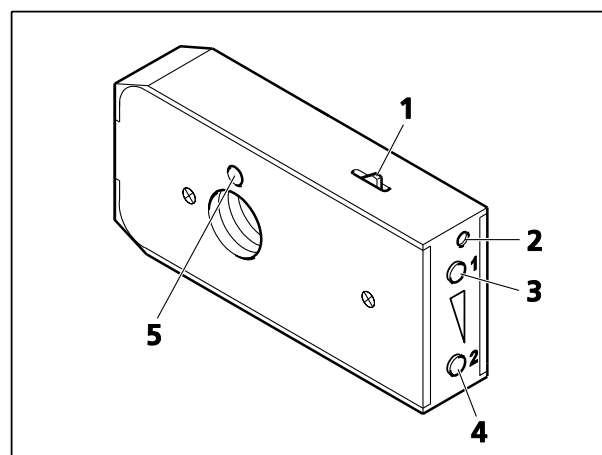

Fig. 81 Insertion/retrait de la roue à filtres double mot.
- Avant d'insérer le module de roue à filtres, activer d'abord le mécanisme encliquable (Fig. 81/1) en le poussant à l'intérieur. À l'extrémité avant droite (Fig. 81/2), une petite plaque argentée apparaît. Pousser ensuite le module roue à filtres dans l'emplacement correspondant jusqu'à ce qu'il s'enclenche.
- Pour retirer le module roue à filtres, introduire un tournevis dans l'orifice supérieur (Fig. 81/2) et enfoncer la plaque argentée pour désactiver le mécanisme encliquable. Incliner légèrement le tournevis dans l'orifice et retirer le module roue à filtres de son emplacement.
- Régler les positions souhaitées des roues à filtres en appuyant sur le bouton du haut (Fig. 81/3) ou du bas (Fig. 81/4). Une fois le module roue à filtres retiré, la transmission sélectionnée peut être lue sur l'indicateur de niveau (Fig. 81/5). Les positions des deux roues à filtres intégrées peuvent être associées dans n'importe quelle configuration.